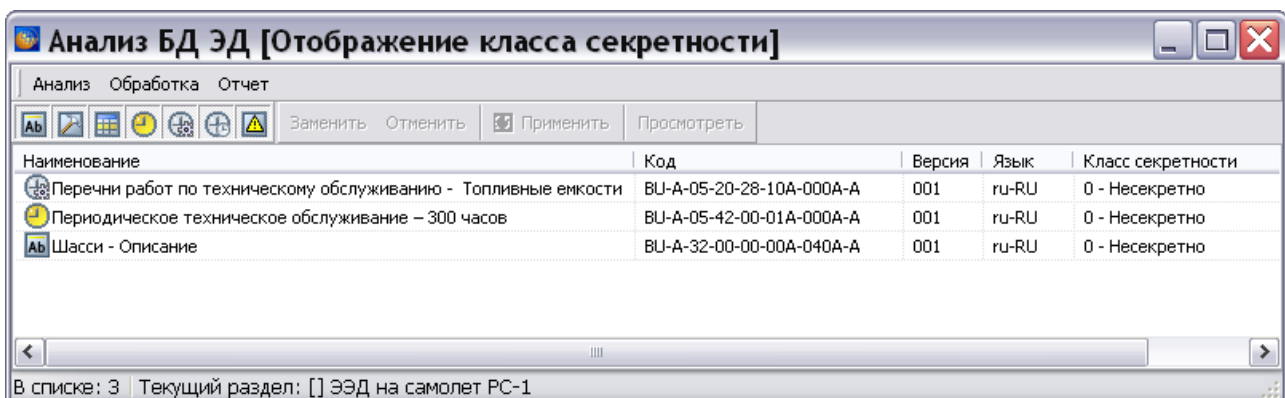

Рис. 21.203
4. Нажмите на кнопку **Применить**. В окне **Анализ БД ЭД** появятся результаты анализа (Рис. 21.203).